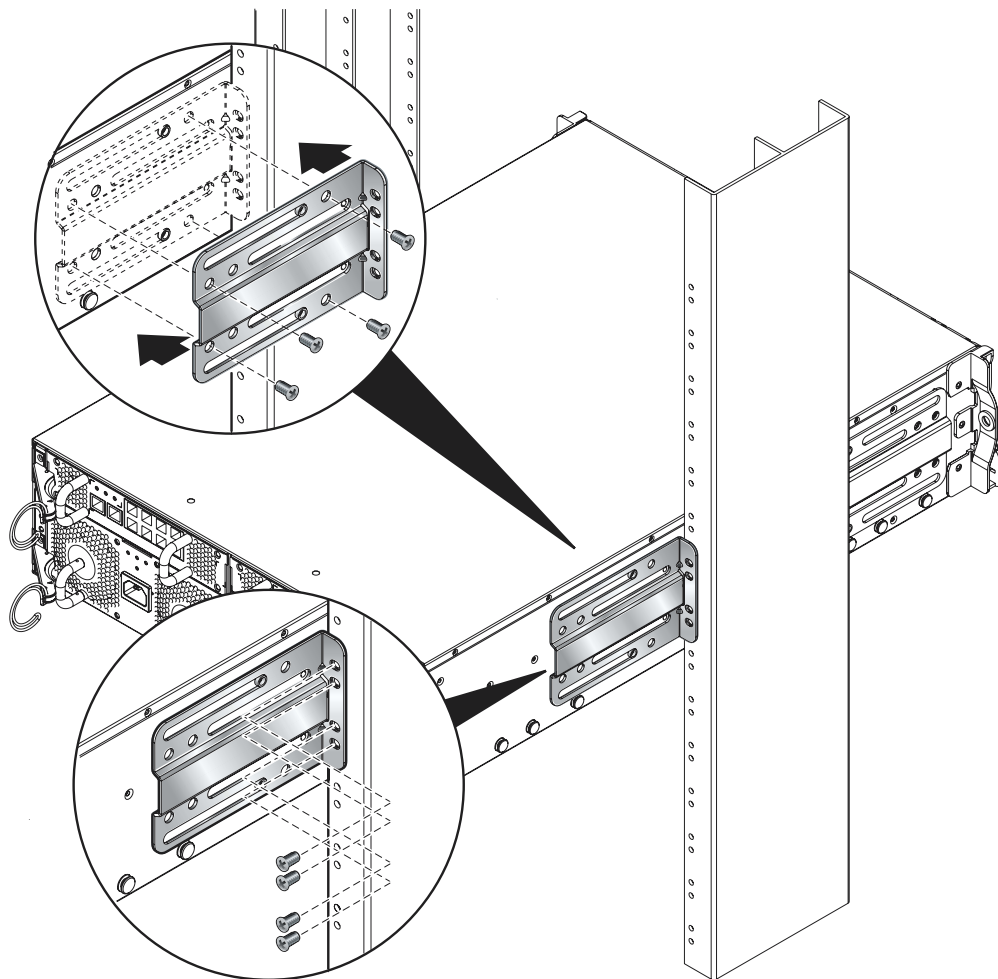

图 3-12 固定背面机架（19 英寸、双柱机架）
5. 将背面的托架固定到系统机箱上，然后再固定到双柱机架上（图 3-12）。